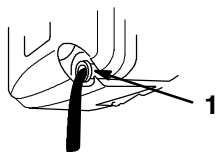

Figure 13
5. Basculer la tondeuse du côté gauche et laisser l'huile s'écouler dans un récipient approprié (Fig. 13).